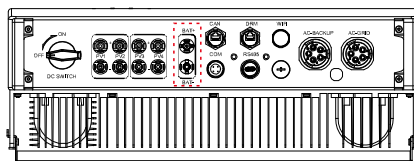

Figure 4.10
Étape 5. Montez les connecteurs sur les ports de batterie au bas de l'onduleur avec la polarité correcte jusqu'à entendre un « clic ». (voir Figure 4.10)